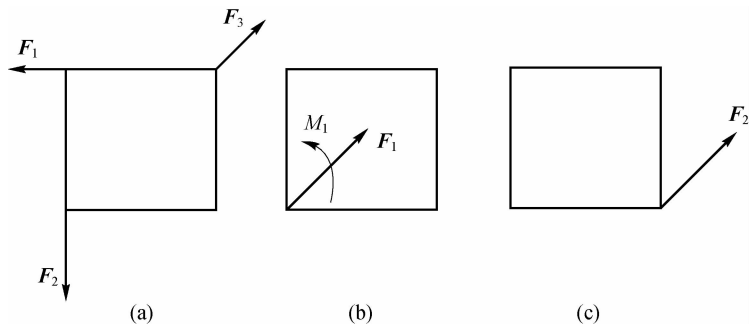

图 1-1
2. 正方体平面受力如图 1-1 所示，比较三者的受力关系_____。